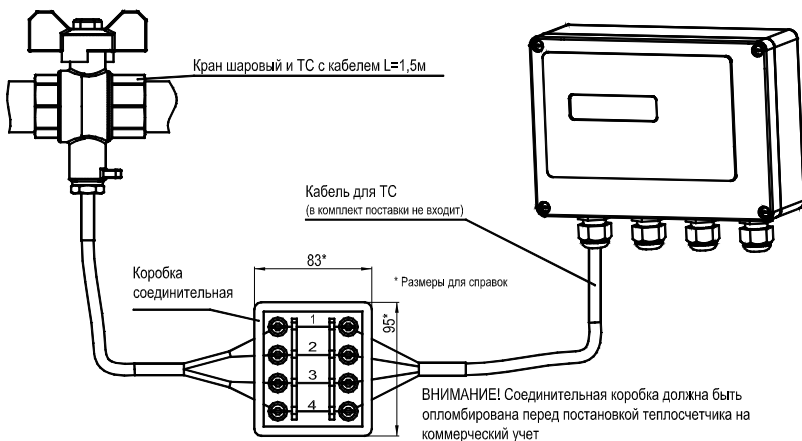

Рисунок 5.1
- в выбранном месте установки необходимо вырезать участок трубопровода шарового крана (см. рисунок 5.1).
- установить ТС в шаровой кран (см. рисунок 5.1).